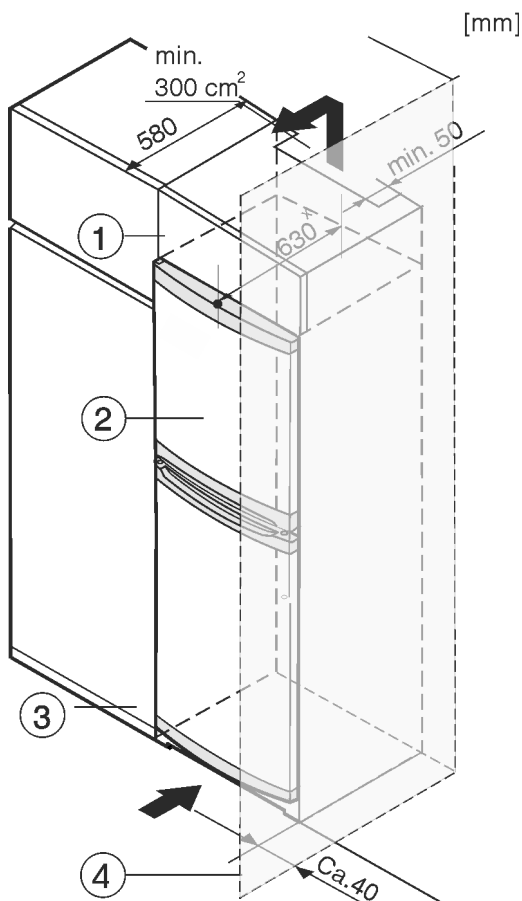

Fig. 8
- (1) Pealiskapp
- (2) Seade
- (3) Köögikapp
- (4) Sein
× Kaasapandud seina-vahehoidikutega seadmete puhul suureneb mõõt 35 mm (vt. 4.2 Seadme paigaldamine) võrra. Seadet saab köögikappidega ümbritseda. Kohandamiseks seadet Fig. 8 (2) köögitasapinna kõrgusele, saab seadme kohale paigaldada pealiskapi Fig. 8 (1).
Köögikappidesse sisseehitamisel (sügavus max 580 mm) võib seadme vahetult köögikapi Fig. 8 (3) kõrvale üles panna. Seade ulatub 34 mm x ja seadme keskkohast 50 mm x köögikapi esiküljest ettepoole.
Kui seade pannakse šarniiridega seinale Fig. 8 (4) kõrvale üles, siis tuleb pidada kinni seadme ja seina vahekaugusest vähemalt 40 mm. See vastab käepideme üleulatusele avatud ukse korral.